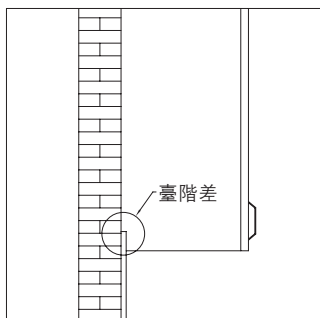
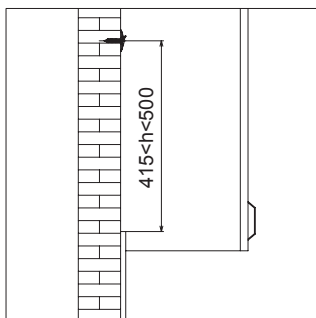
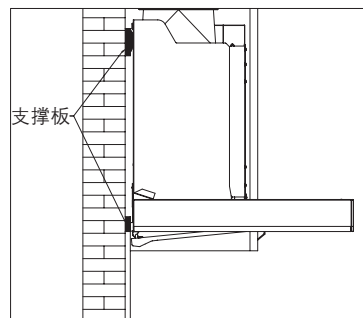

Fig. 1
Fig. 2
Fig. 3
13. 吸油煙機安裝牆面存在圖 Fig.1 所示臺階差時，若存在圖 Fig.2 所示情況，請按照 Fig.3 操作，即在掛鉤及油煙機墊腳背部增加支撐板，要求支撐板厚度與臺階高度一致。